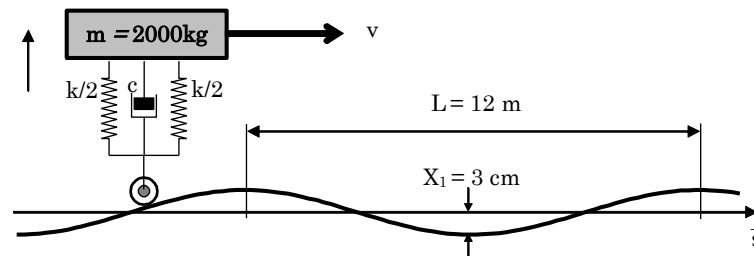

*Figure 4*
La figure 4 fait un gros plan de la sensibilité dynamique  $A(\Omega)$  autour de la fréquence de résonance.
5. A partir de la figure 4, en utilisant la méthode de la largeur à -3dB, donner des valeurs approchées de la pulsation propre  $\omega_0$  et de l'amortissement  $\xi$ .